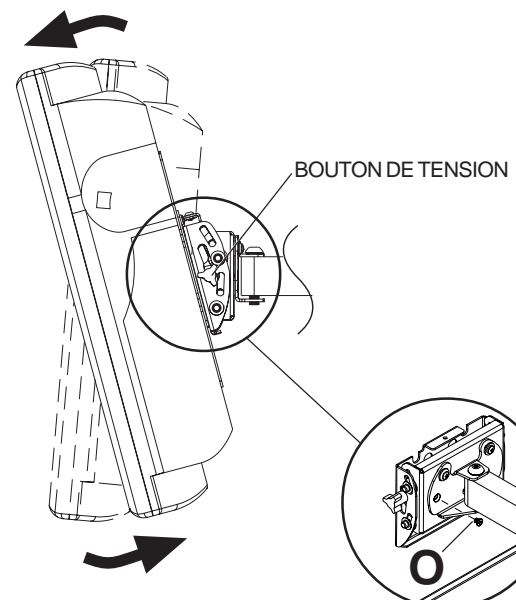

fig. 4.1
4 Réglez le bouton situé sur le côté de la monture illustrée à la figure 4.1 à la tension désirée pour équilibrer la taille et le poids de l'écran.
5 Faites passer les cordons à l'intérieur des fentes de la monture murale (A), comme illustré à la figure 4.1.